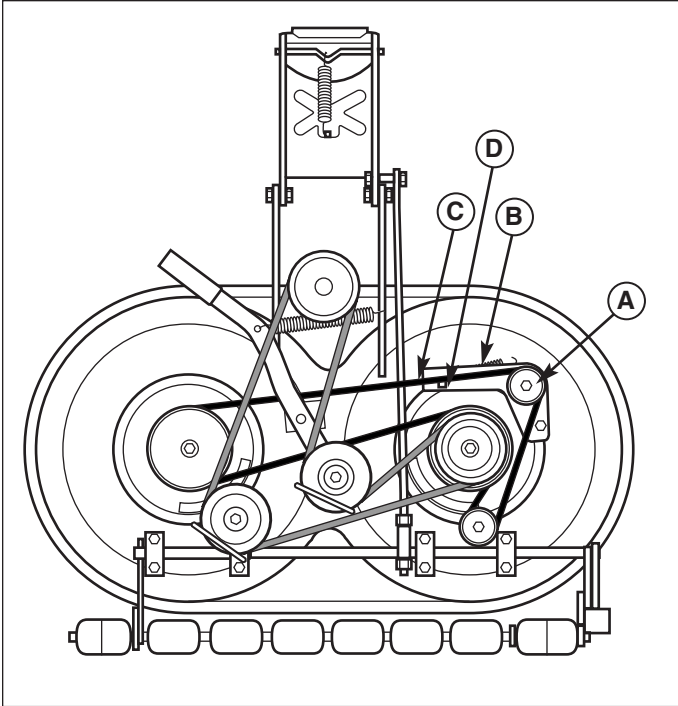
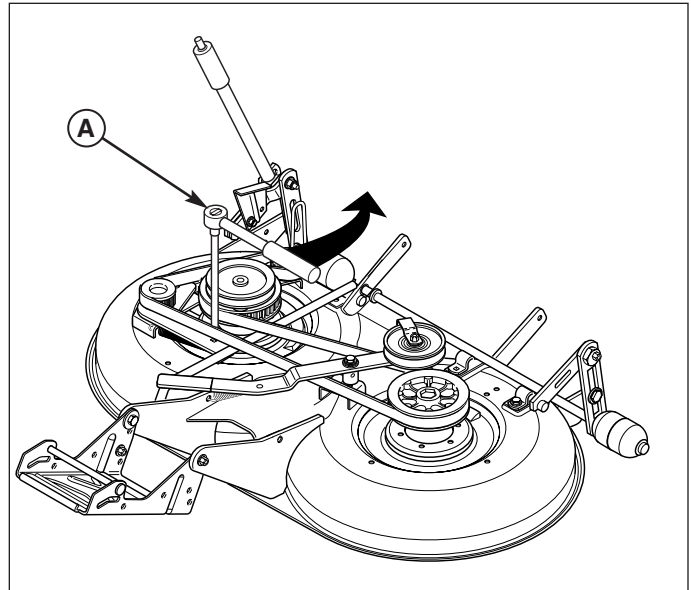
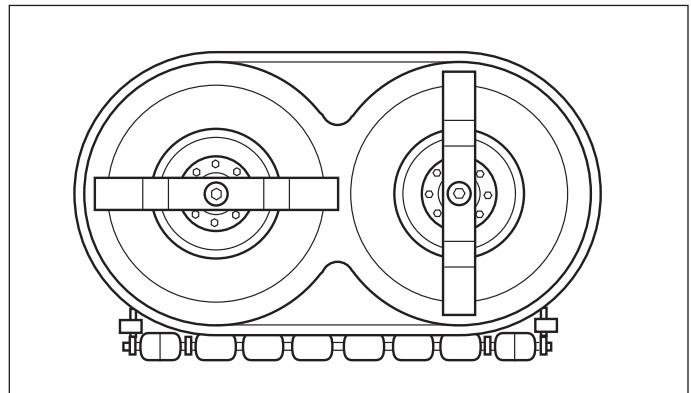

Figure 59. Tondeuse pour broyage (caches de courroie déposés)
Figure 60. Relâcher la tension de la courroie dentée
Figure 61. Synchronisation des lames de tondeuse
3. Desserrer la vis à tête du tendeur (A, figure 59).
4. A l'aide d'un clé à cliquet (A, figure 60), insérer l'extrémité de la rallonge dans le trou carré (D, figure 59) et déplacer le tendeur (B, figure 59) pour relâcher la tension de la courroie (C).
5. Retirer la courroie (C).
6. Installer une nouvelle courroie (C) sur les poulies comme l'indique le schéma. Relâcher le tendeur (A) pour permettre au ressort de tendre automatiquement la courroie dentée.
7. Serrer la vis à tête du tendeur (A). Remettre les caches de courroie en place.
8. Vérifier que les lames sont positionnées perpendiculaires l'une à l'autre (voir figure 61). Si ce n'est pas le cas, effectuer la procédure de synchronisation des lames de tondeuse figurant dans la section « Entretien périodique ».